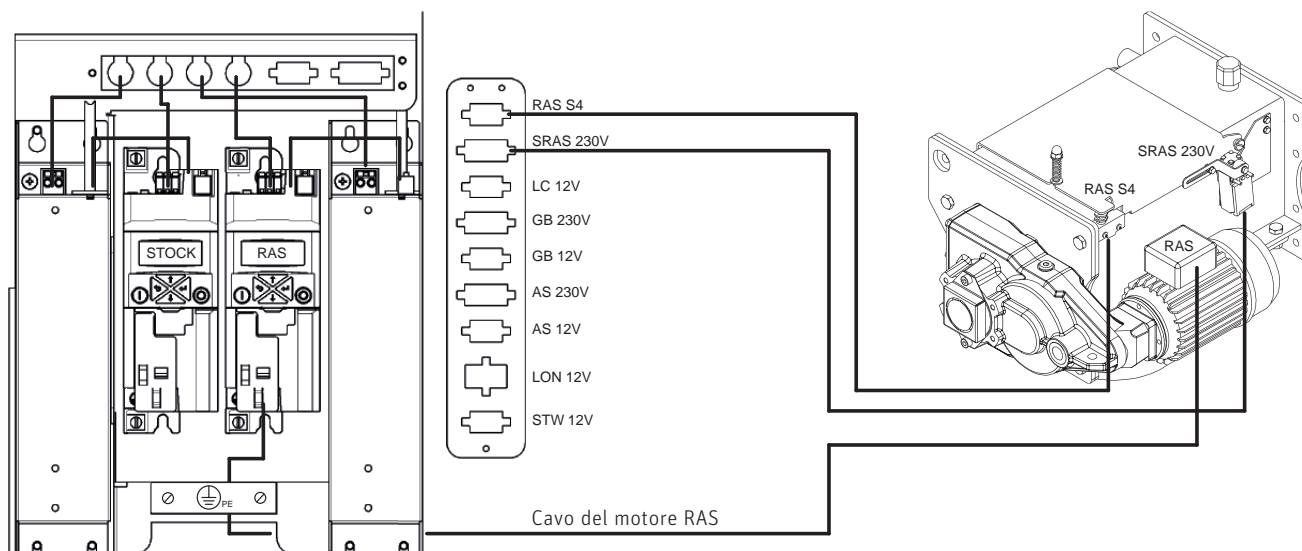

Fig. 166 Inserire le spine RAS S4 e SRAS 230V dell'unità di trasferimento
- ▶ Inserire i due cavi (RAS S4 e SRAS 230V) dell'unità di trasferimento nella consolle di collegamento – Fig. 166.